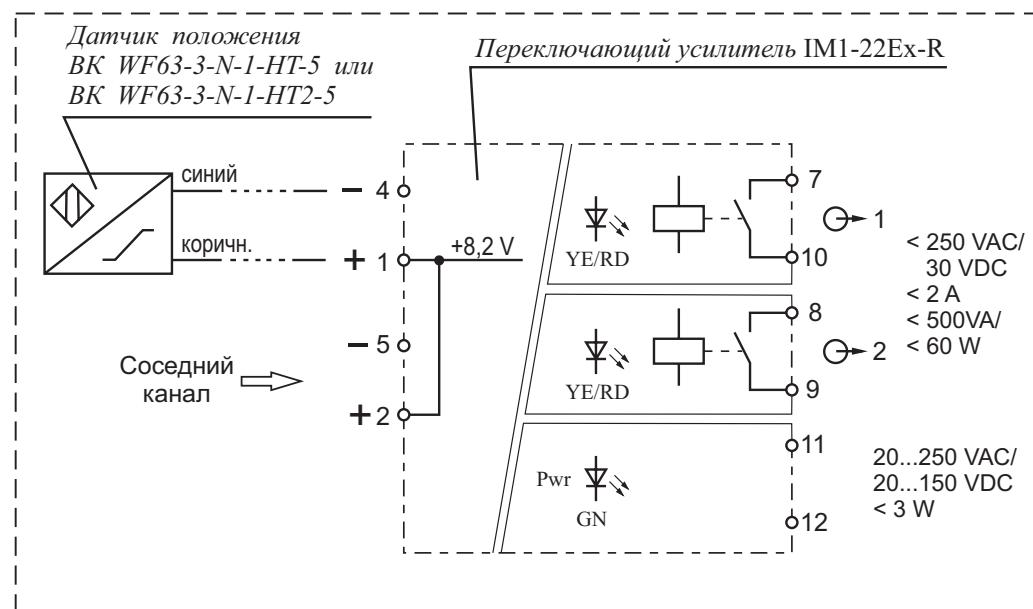

Рис. 1-6
20. Электрический монтаж датчика положения для клапанов во взрывозащищенном исполнении производите в соответствии со схемой рис. 1-6. Датчик положения имеет специальный уровень взрывозащиты (маркировка 0ExiaIICT6). Длина кабеля, поставляемого с датчиком составляет 5 м. Возможно комплектование датчиком положения с длиной кабеля 20 м (длина кабеля датчика положения во взрывозащищенном исполнении должна быть указана в заказе).
В комплекте с клапаном во взрывозащищенном исполнении с датчиком положения поставляется переключающий усилитель IM1-22Ex-R производства фирмы “Turck” (Германия). Схема подключения переключающего усилителя к датчику положения во взрывозащищенном исполнении приведена на рис. 1-6.
Переключающий усилитель IM1-22Ex-R является двухканальным устройством. В случае выхода из строя одного из каналов переключающего усилителя произведите переподключение датчика положения на другой (соседний) канал. Съем сигнала с усилителя производите с выхода соседнего канала (см. рис. 1-6 и руководство по эксплуатации на переключающий усилитель).